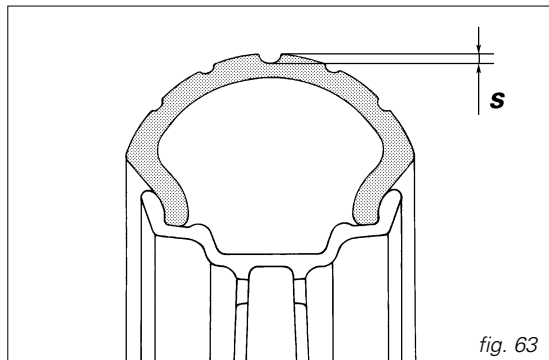

fig. 63
*Mesurez l'épaisseur minimale (S, fig. 63) de la bande de roulement dans le point où l'usure est plus importante : elle ne doit pas être inférieure à **2 mm** et, quoi qu'il en soit, non inférieure aux dispositions de la loi en vigueur.*